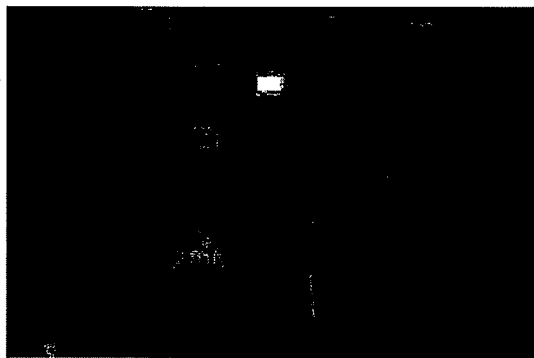
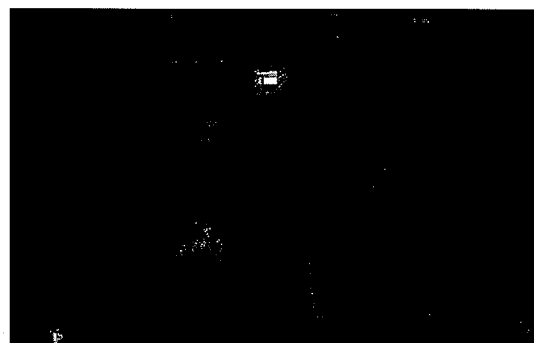

Figura 25
Figura 26
1. Vacie el depósito de solución (figura 25) y el depósito de recuperación (figura 26). Para vaciar los depósitos, proceda así: